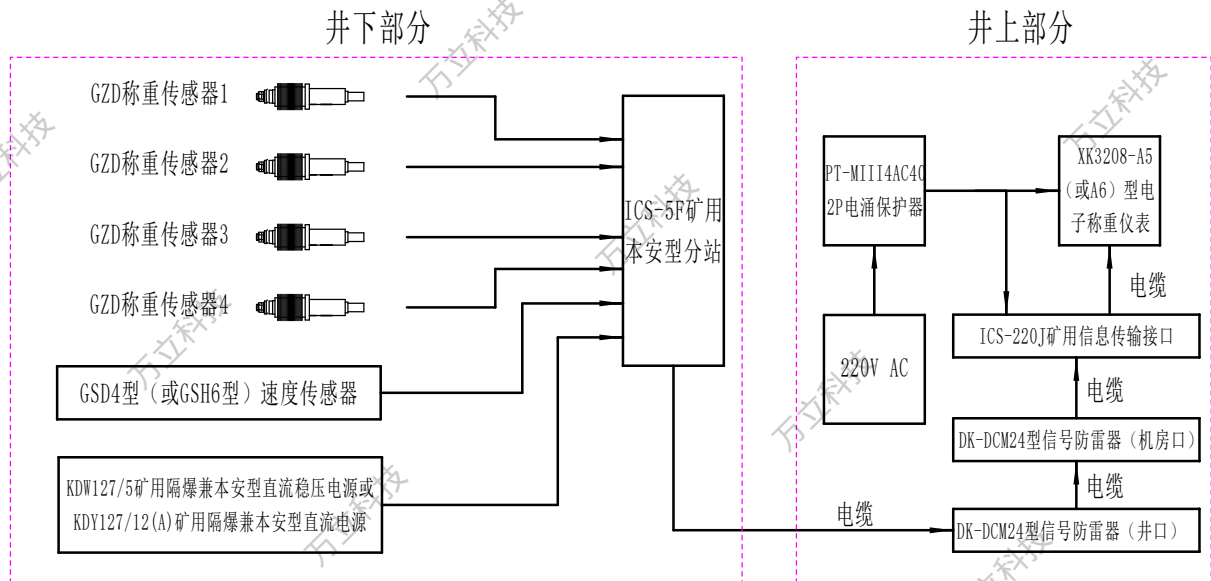

图 4 数据通过电缆传输至井上使用的电子皮带秤系统
2.3.1 使用 ICS-5F 矿用本安型分站（见图 4 和表 1-4）